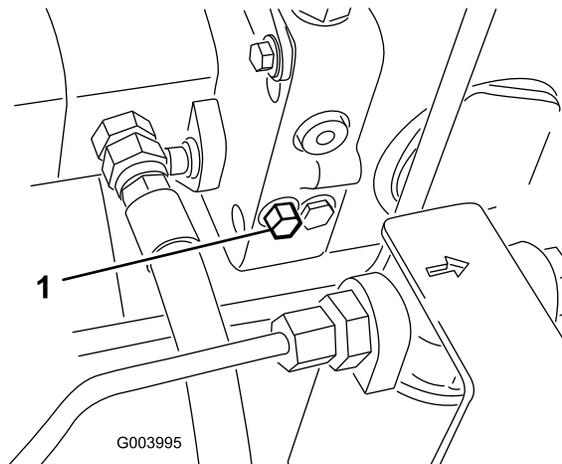

Рисунок 35
1. Перепускной клапан расположен с левой стороны гидростата (Рисунок 35). Чтобы открыть клапан